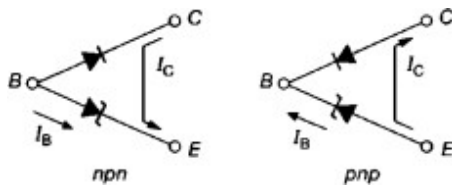

Figura 2. Transistor visto desde un óhmetro.
1. Se construirá un circuito de la figura 2, se utilizará un transistor con configuración pnp, una resistencia de $1K\Omega$, un botón sw y un foco; se introducirá un voltaje de 12V.